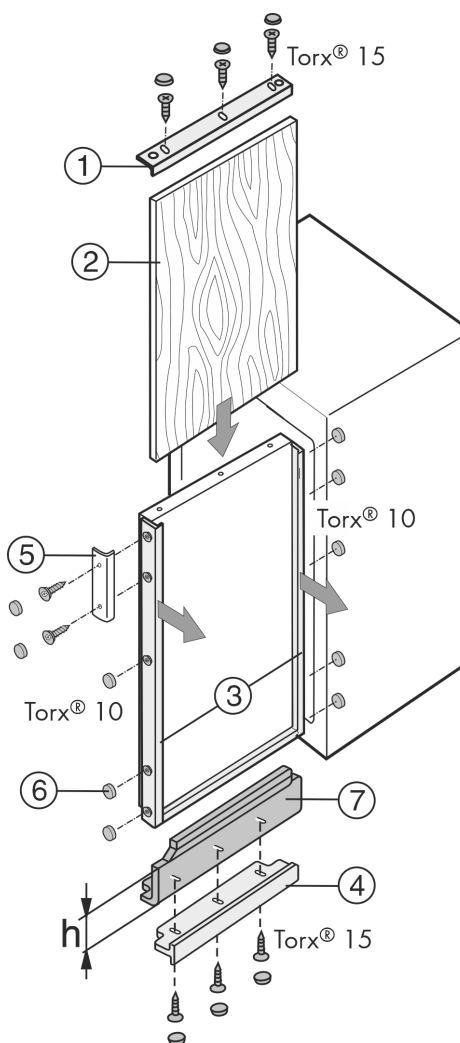

Fig. 42
Se è già presente un pannello decorativo, che però in altezza è troppo piccolo, è possibile adeguarlo con listelli di compensazione Fig. 42 (7) di altezze diverse.